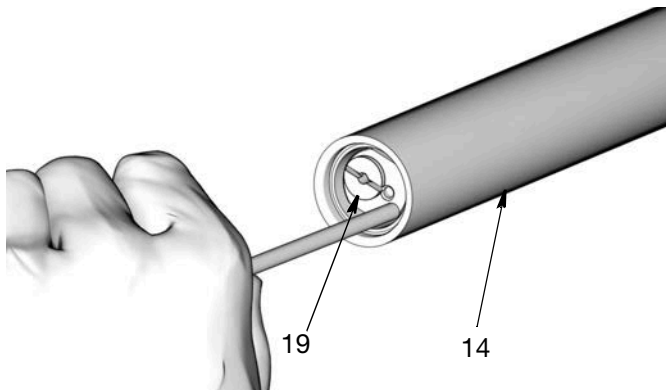

图 27
23. 使用光滑的长黄铜或铝杆，无锐边和毛刺，将止回阀组件 (19) 从出口管 (14) 上推出 (图 27)。